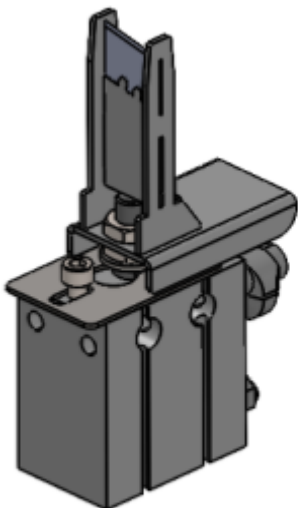

Figure 12
Étape 6 : Insérer une nouvelle lame dans le porte-lame et tenir la gâche vers le haut afin de positionner la lame en place. Revisser à présent le porte-lame sur le cylindre (figure 12 et étape 4) pour fixer la lame de manière sûre.